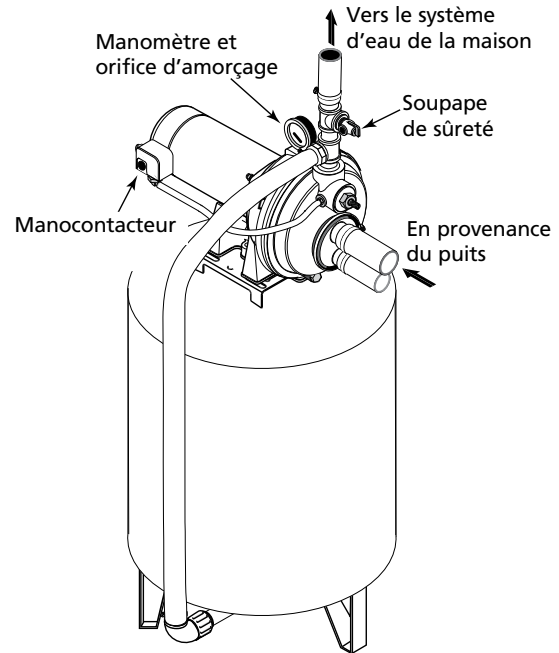

Figure 10 – Branchements sur un réservoir préchargé
BRANCHEMENT SUR UN RÉSERVOIR PRÉCHARGÉ (Figure 10)
1. Poser un raccord court et un té dans l'orifice de refoulement de la pompe (voir la Figure 10). Le diamètre du tuyau doit être au moins aussi grand que le diamètre de l'orifice de refoulement.